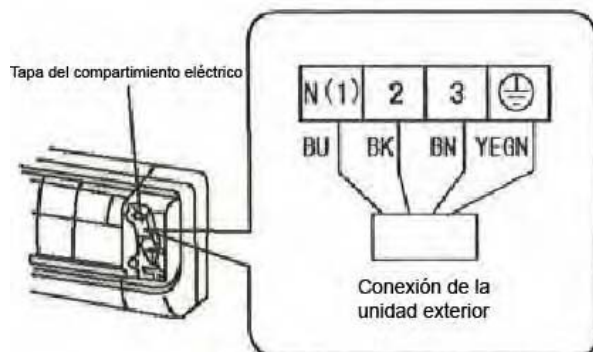

Fig. 6
2. Retire la tapa del compartimiento eléctrico conforme a la Fig. 6.